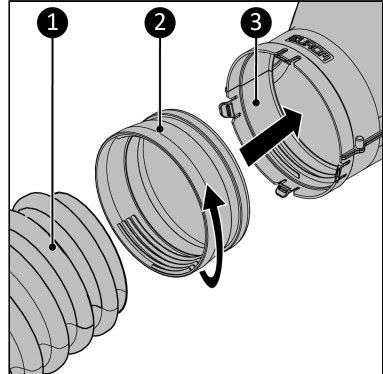

Abbildung 155.
- Mit einem rotierenden System für einen Schlauch mit Kragen (Abbildung 155, Pos. 1).
1. Führen Sie den Klimaanlagenschlauch (Abbildung 155, Pos. 1) in den Adapter (Abbildung 155, Pos. 2) ein und schrauben Sie den Adapter im Uhrzeigersinn auf den Schlauch.
2. Stecken Sie den Adapter mit dem montierten Klimaanlagenschlauch in das Hauptgehäuse des Window Way-out (Abbildung 155, Pos. 3) ein und lassen Sie ihn einrasten.